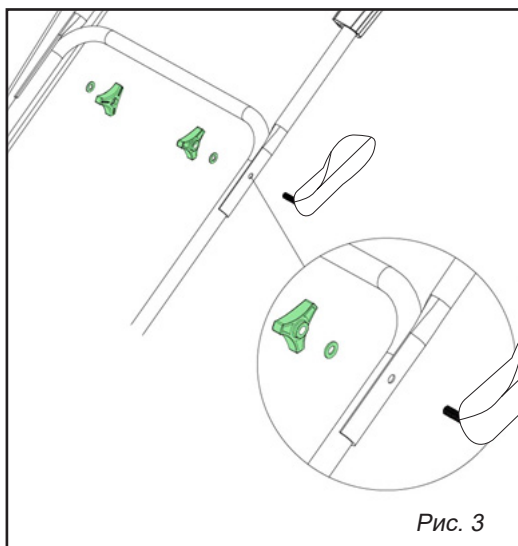

Рис. 3
2. Закрепите с помощью винтов кронштейн рукоятки (рис.3).